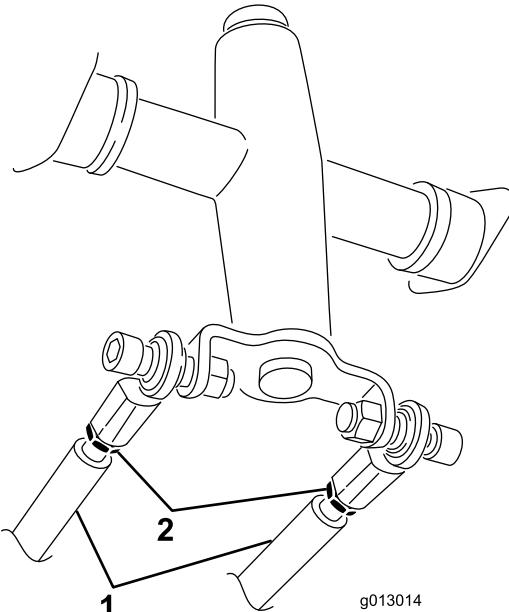

Figura 58
3. Afloje las contratuercas de las varillas de tracción, debajo del panel de control (Figura 58).